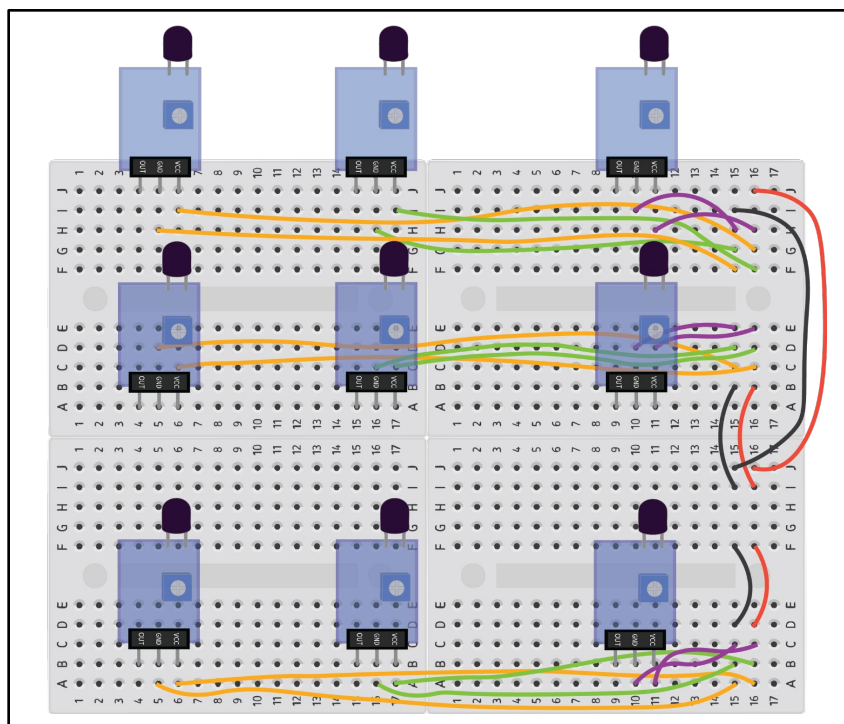

图 3： 在实验板上放置光电二极管和局部接线
- c. 如下图（参见图 3）所示，将光电二极管放置在微型实验板上。光电二极管的摆放位置必须严格按照示意图进行，这样才能确保它们正确嵌入 3D 打印外壳中。*对于中间一排，先放置连接线再放置光电二极管可能会更容易一些。